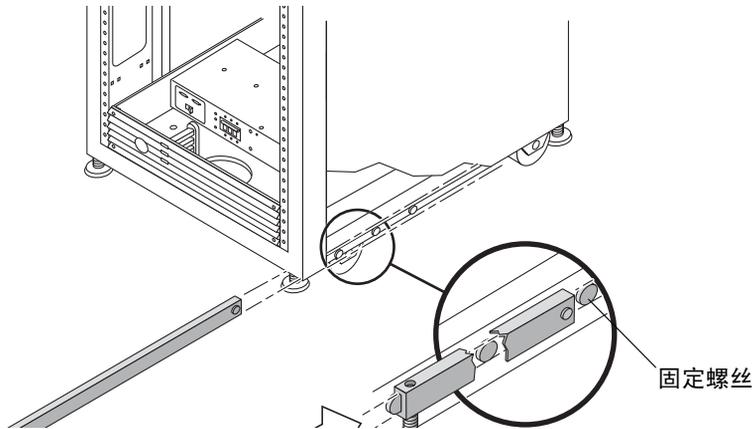

图 2-4 安装右稳定支脚
3. 将右稳定支脚滑过系统机箱底部的三颗固定螺丝（图 2-4），然后将它完全伸出。